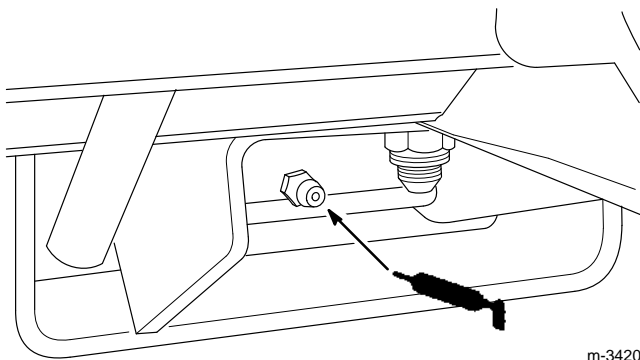

Figure 35
6. Lubrifier le graisseur de la pédale de frein (Fig. 35).